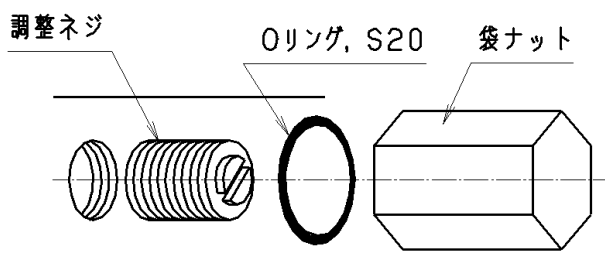

図 8
- (1) 必ず圧力計で確認しながら調整を行って下さい。
- (2) 調整は図8の調整ネジで行ないます。右に回せば増圧、左に回せば減圧します。
- (3) 調整終了後は、Oリングが装着されている事を確認、袋ナットを30 N・mの締め付けトルクで確実に締め付け、油漏れのない事を確認して下さい。